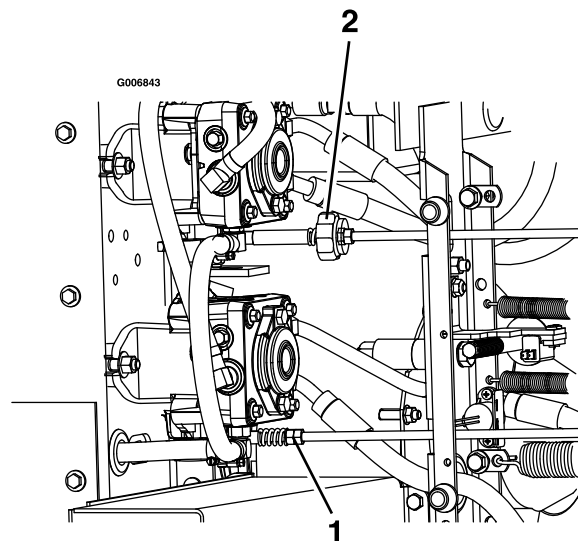

Figure 57
9. Pour obtenir la position point mort, réglez les tringleries de commande de pompe droite et gauche qui relient la commande de direction aux bras de commande de pompe jusqu'à ce que la roue s'arrête de tourner ou tourne légèrement en sens inverse (Figure 57).
11. Réglez la tringlerie de pompe droite en utilisant une clé pour tourner les doubles écrous sur l'ensemble (Figure 57)